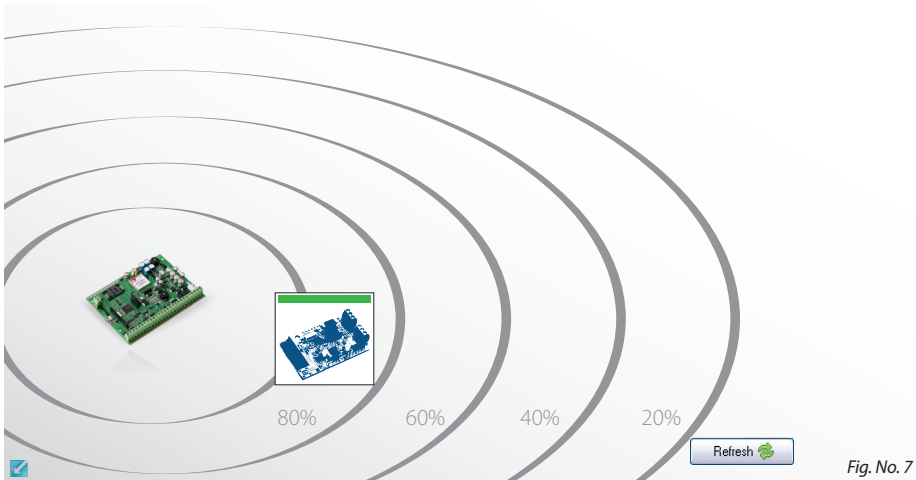

Fig. No. 7
- Bind the device to the alarm system using *ELDES Configuration Tool* software. Open **Wireless Device Management** section and enter a 8-digit wireless device ID located on the EW1B enclosure and press **Add** button (see Fig. No. 7). The device can also be bind by sending a corresponding command via SMS message. For more details, please, refer to the software's HELP section and ELDES alarm system installation manual.
7. Запрограммируйте устройство в охранную систему. Используйте программное обеспечение „ELDES Configuration Tool“. Откройте раздел **PC устройства**, и введите 8-значный ID номер беспроводного устройства указанный на корпусе устройства, и нажмите на кнопку **Добавить** (см. Рис. No. 7). Устройство также можно запрограммировать отправив соответствующее SMS сообщение. Для более подробной информации, пожалуйста, обратитесь к разделу Помощь в программном обеспечении или к руководству пользователя систем ELDES.